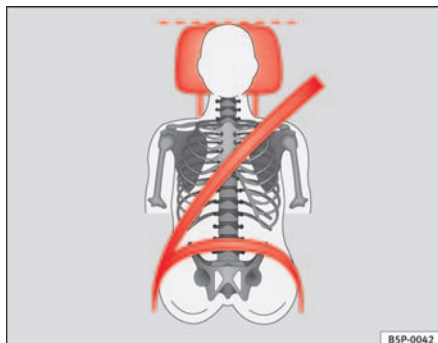
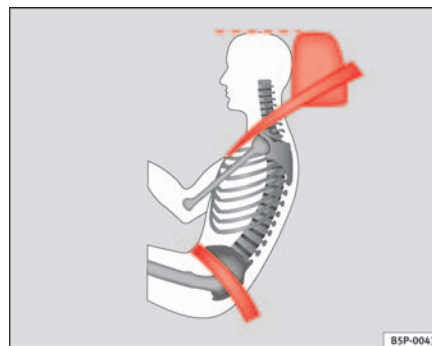

Abb. 92 Von vorne betrachtet: richtig eingestellte Kopfstütze und korrekter Gurtbandverlauf
Abb. 93 Von der Seite betrachtet: richtig eingestellte Kopfstütze und korrekter Gurtbandverlauf
- Stellen Sie die Kopfstützen so ein, dass sich die Oberkante der Kopfstütze möglichst auf einer Linie mit dem oberen Teil Ihres Kopfes, bzw. mindestens auf Augenhöhe befindet. ⇒ Abb. 92 und ⇒ Abb. 93